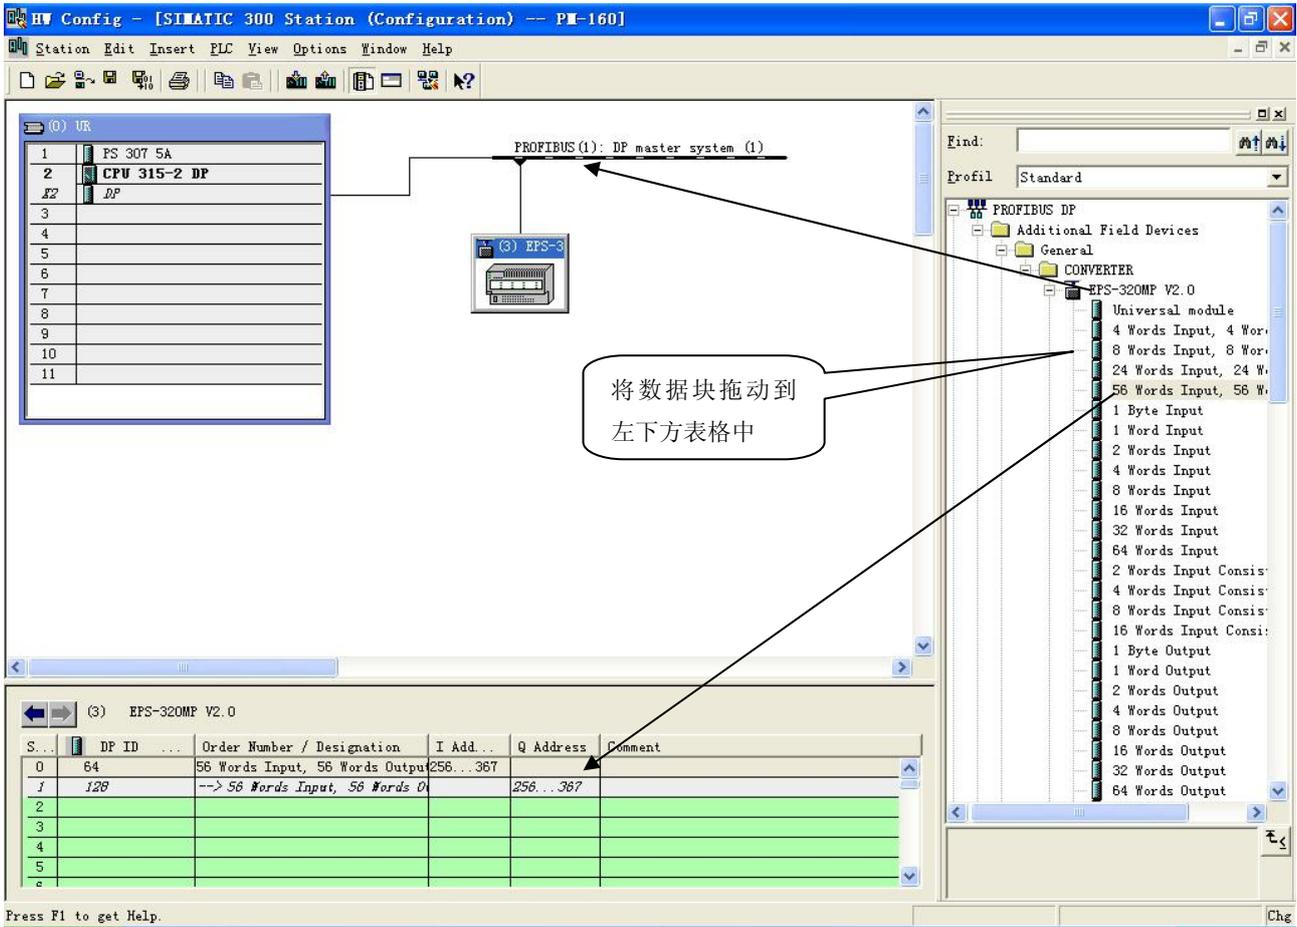

图 10
11. 将从站 EP-321MP 配入到 PROFIBUS 网络配置当中，并将输入输出数据块，映射到 S7-300 或者其它控制器的内存当中。如图 10: